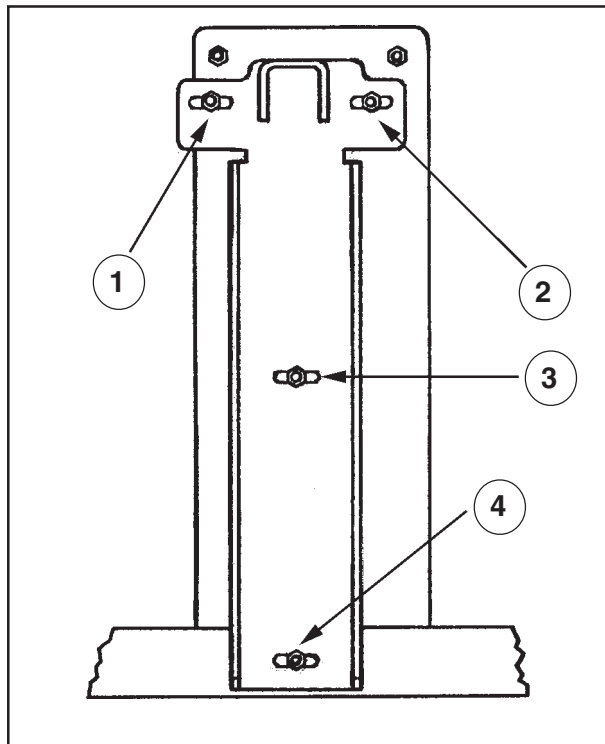

Figura 34
6. Ubique los cuatro pernos que se encuentran en el soporte del cabezal de cepillado. Véase la figura 34. Puede acceder a las dos tuercas de fijación a través de la parte superior del depósito de solución. Puede acceder a las dos inferiores desde el frente. Afloje las tuercas de fijación de 2 a 3 vueltas en sentido antihorario. NOTA: No quite las tuercas de fijación.